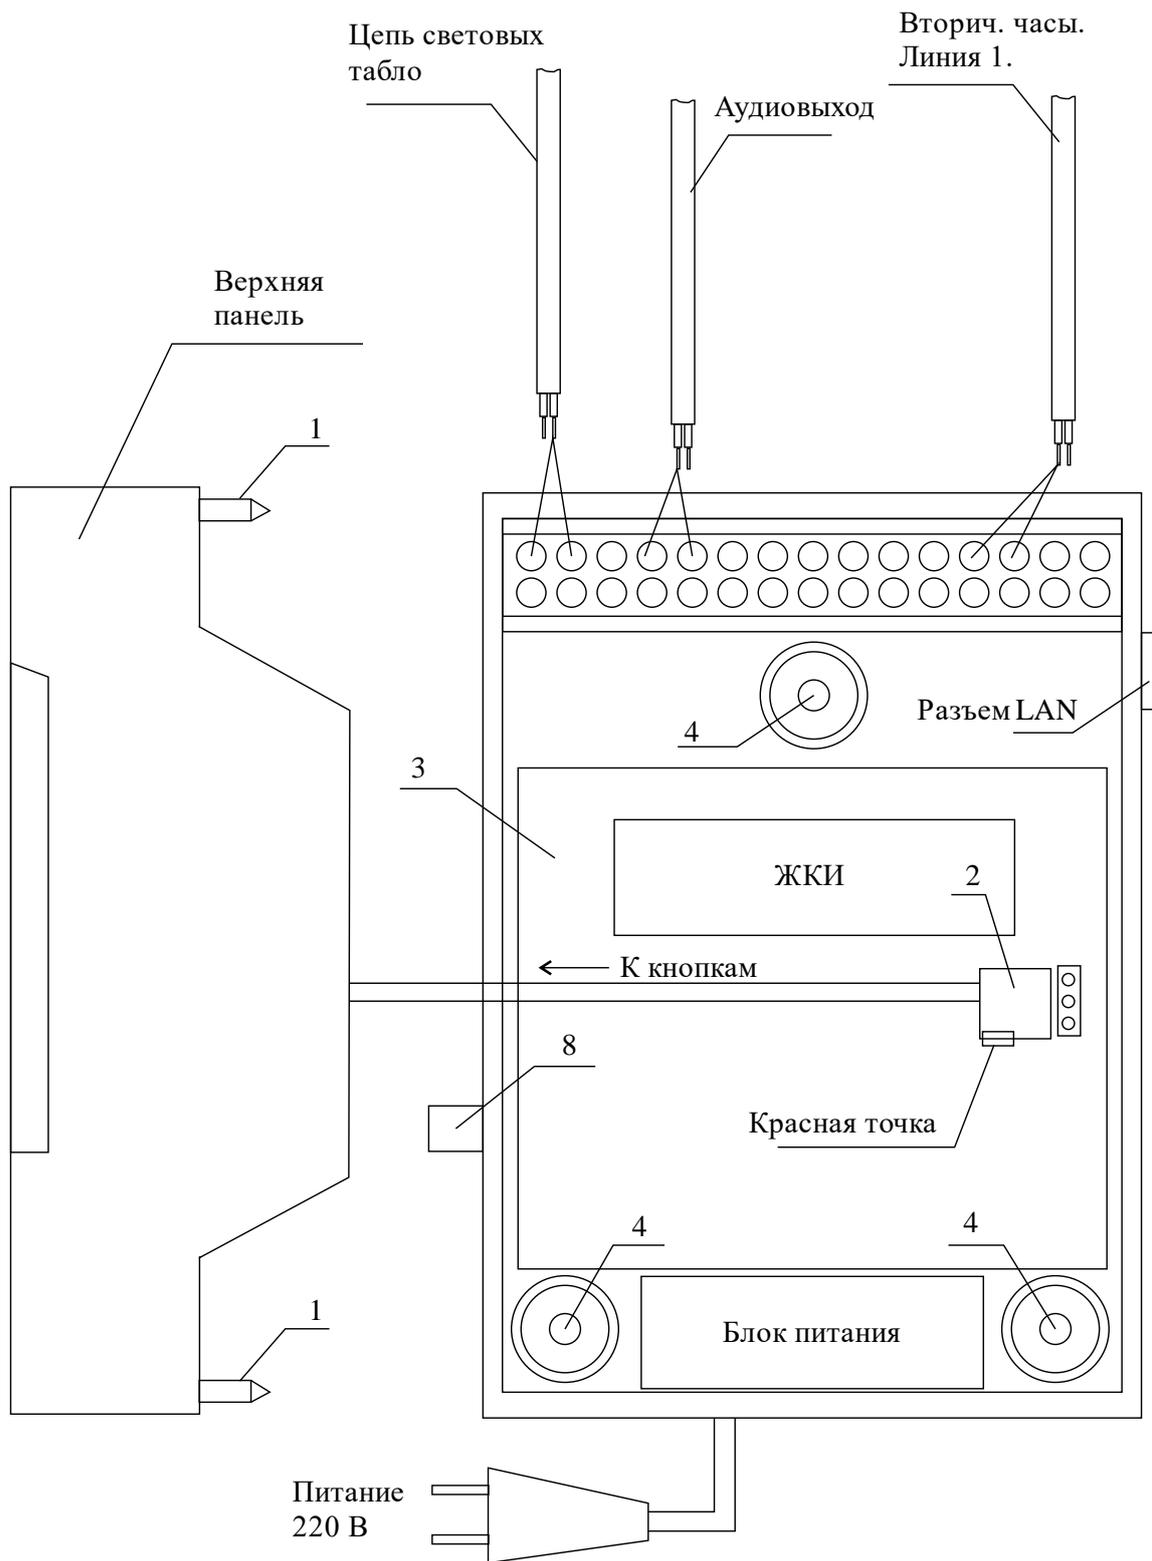
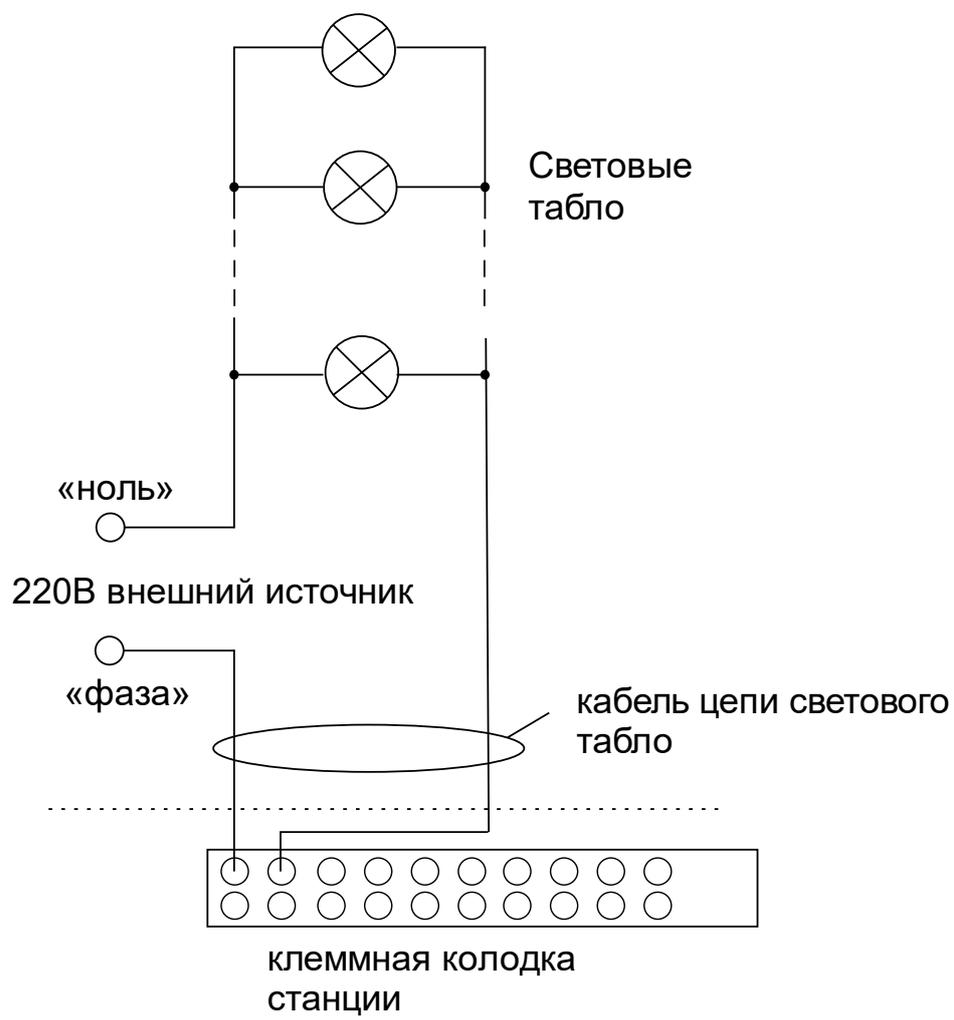

Рис. 1
Рис. 2
Должна быть смонтирована цепь включения светового табло как показано на рис. 2.
4.1. Выверните четыре винта 1, расположенных на верхней панели ЧС (см. Рис.1). Снимите верхнюю панель и отсоедините разъем 2, соединяющий кнопки с печатной платой 3.
4.4. Подсоедините линию вторичных часов и кабель от линейного входа усилителя к клеммной колодке станции как показано на рис.1. Полярность подключения кабеля часовой линии произвольна; при подключении кабеля линейного входа усилителя экран или общий провод этого кабеля подключить экрану кабеля, приходящего к клеммам от печатной платы станции.
4.5. Подсоедините кабель цепи включения светового табло как показано на рис. 1 и рис. 2. В соответствии с рисунком для питания светового табло должно использоваться внешнее напряжение 220 В. Внимание! Ток управления световыми табло ограничен (см. п. 2.14)